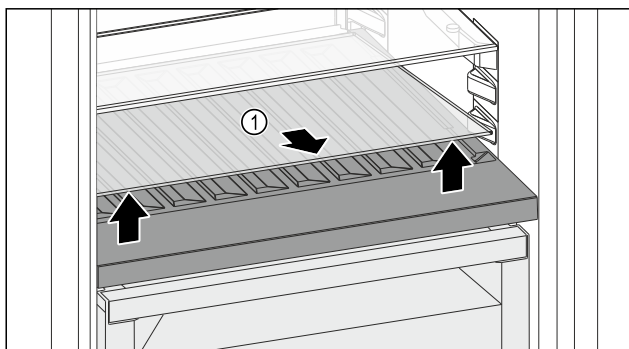

Fig. 116
- ▶ Løft glaspladen Fig. 116 (1) i udsparringen foran, og tag den ud.
- ▶ Opbevar glaspladen Fig. 116 (1) forsvarligt uden for enheden.